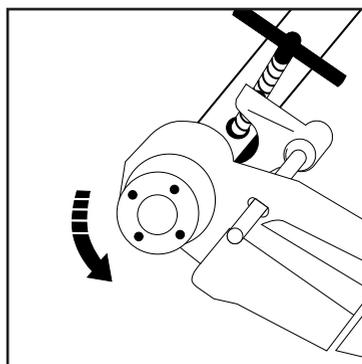

Рис. 5
5.5 После нарезания резьбы выключить клупп, освободить с помощью винтового прижима струбину 1, перевести рычаг 8 в положение обратного (левого) вращения (при этом необходимо, надавливая на рычаг переключателя 8, покачать клупп вверх-вниз), рис. 5 и, после переключения рычага, крепко удерживая, включить клупп для свинчивания головки с нарезанной резьбы.